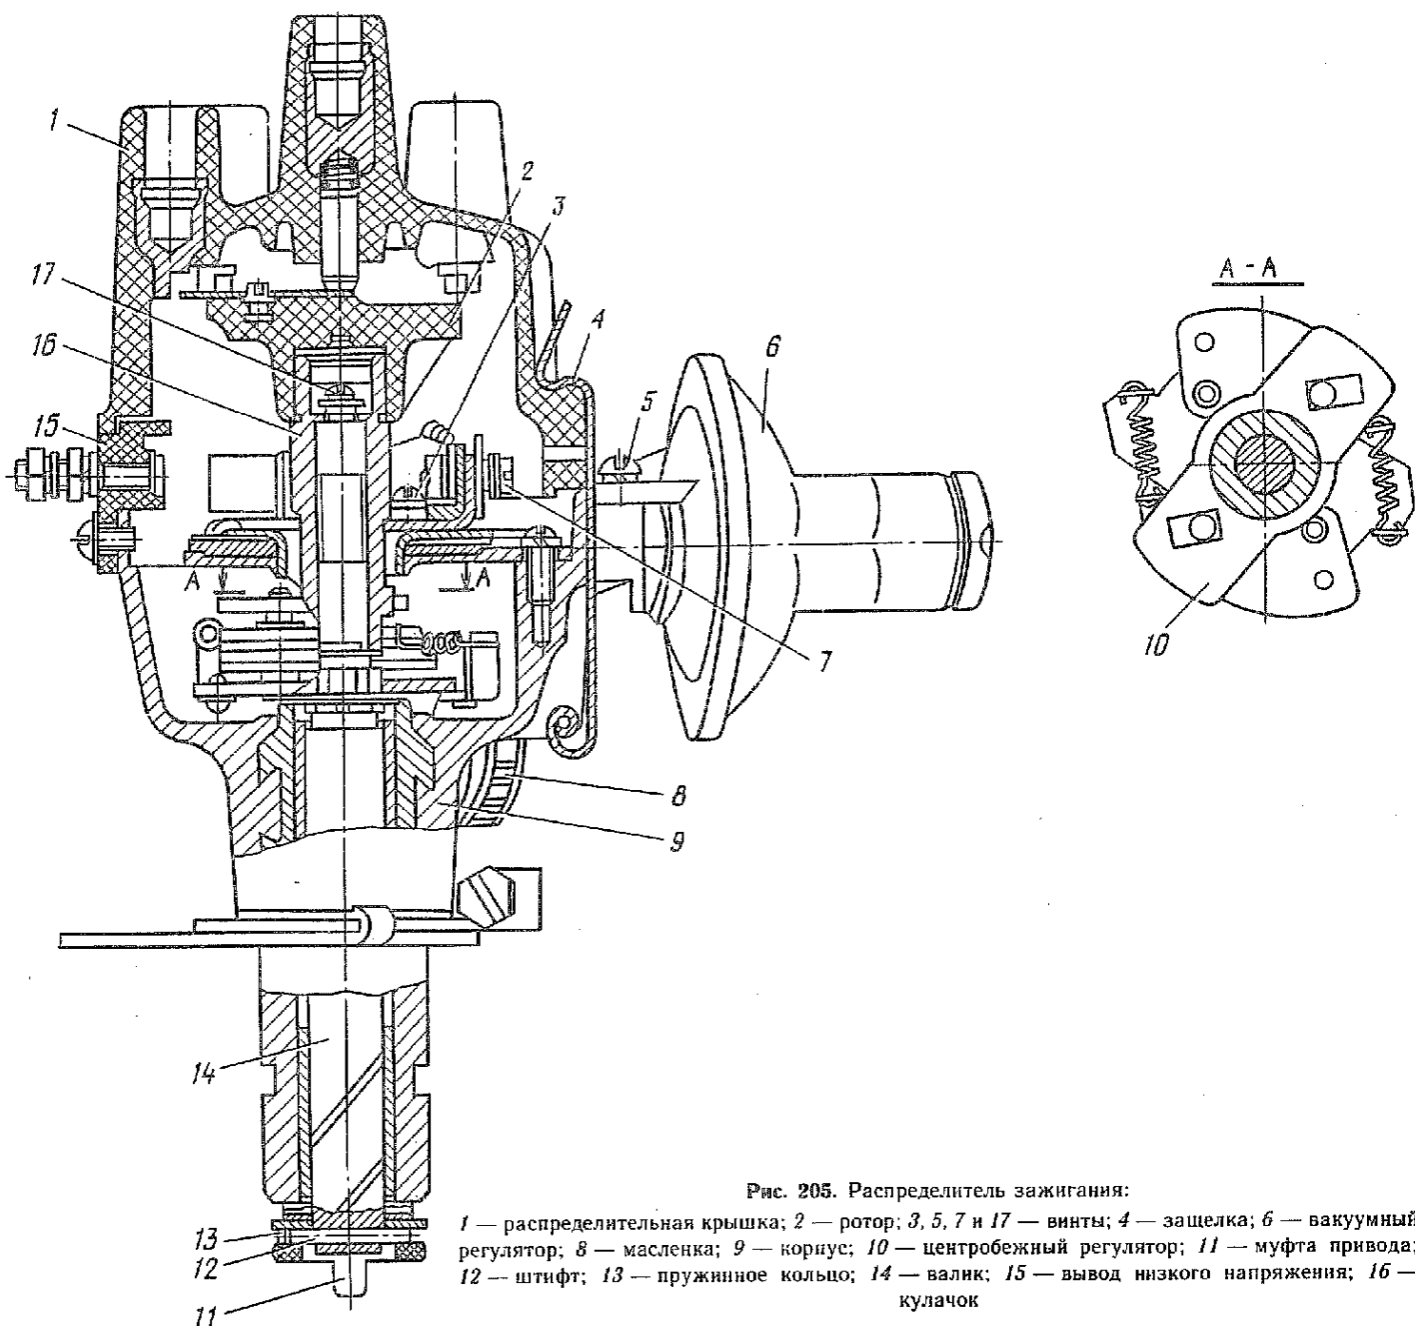

Рис. 205. Распределитель зажигания:
1.4. Снять пластину 18 с контактным узлом, фетровую прокладку 24, фильц 17, вывернуть винт 17 (рис. 205) крепления кулачка и снять кулачок 16 (отвертка 150×0,5).
1.7. Вывернуть стопорный винт 21 (рис. 93), винт 7 (рис. 205) крепления пружины к контактной стойке, снять стопорную шайбу с оси рычага 4 (рис. 93) прерывателя, снять рычаг с подушкой и пружиной в сборе, снять контактную стойку (отвертка 150×0,5).
1.8. Извлечь центробежный регулятор 10 (рис. 205) распределителя с валиком 14.
3.1. Смазать валик 14 (рис. 205) распределителя маслом для двигателя, установить кулачок 16 на валик и закрепить винтом 17 (отвертка 150×0,5).
3.3. Установить на нижний конец валика шайбу и муфту 11 (рис. 205), совместив отверстия на муфте и валике, вставить в отверстие штифт 12, установить
3.12. Установить ротор 2 (рис. 205), крышку 1 распределителя зажигания и закрепить крышку защелками 4.